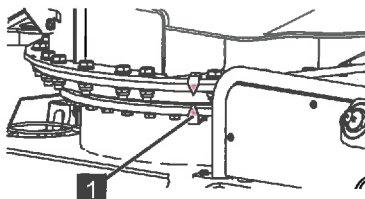

Abb. 173
6. Die Bühne in Richtung Transportstellung schwenken, bis die beiden Pfeile (Abb.173/1) des Drehanzeigers fluchten.